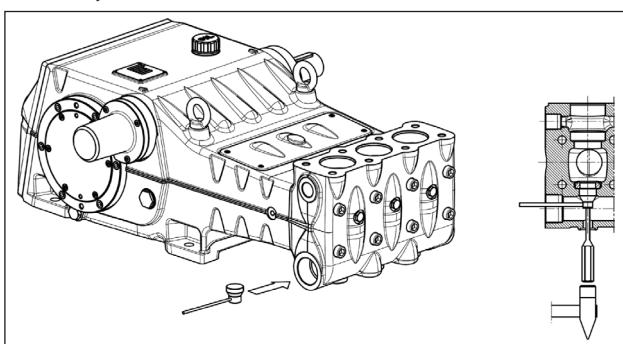

Рис. 113
Если блок всасывающего клапана вынимается с трудом (например, из-за накипи, вызванной длительным простоем насоса), используйте съемник арт. 27516200 (для LK36-LK40-LK45) или арт. 27516300 (для LK50-LK55-LK60) (поз. ①, Рис. 113) и действуйте согласно указаниям.